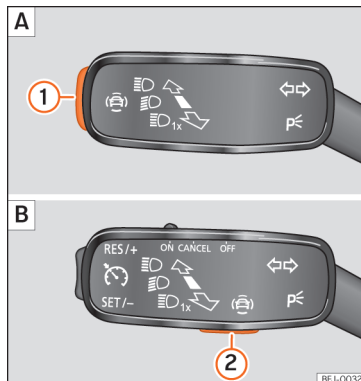

Abb. 86 Am Blinker- und Fernlichthebel: Taste für die Fahrerassistenzsysteme (modellabhängig).
- Taste » **Abb. 86** ① oder ② kurz drücken, um das Menü **Assistenten** aufzurufen.